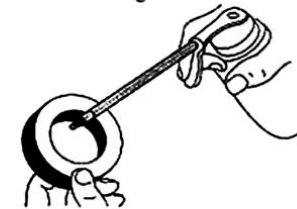

Fig.24
4. Mettre une légère couche de graisse sur le filtre. (Fig.24).